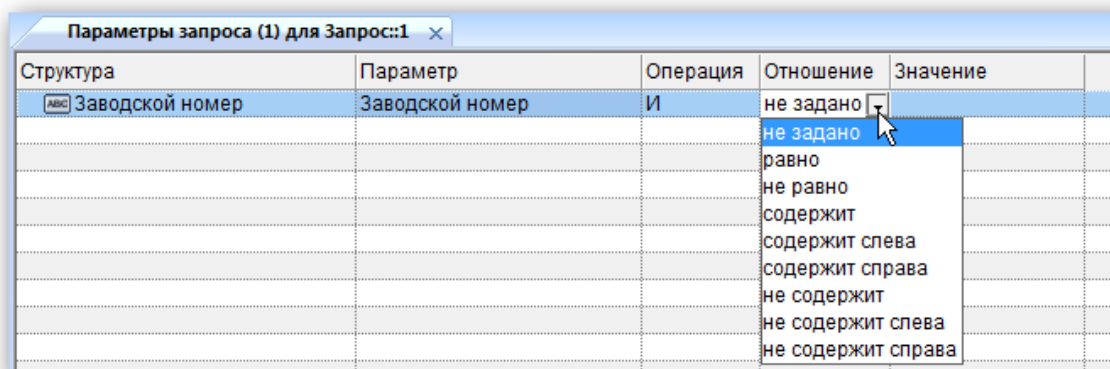

Рис. 7-23 – Задать для созданного параметра «Отношение» и «Значение»
7) В окне связанных объектов «Параметры запроса» будет создан новый параметр (рис. 7-23). Задать для него «Отношение» и указать «Значение». Если для параметра не указано «Отношение», то при выполнении запроса он не учитывается.